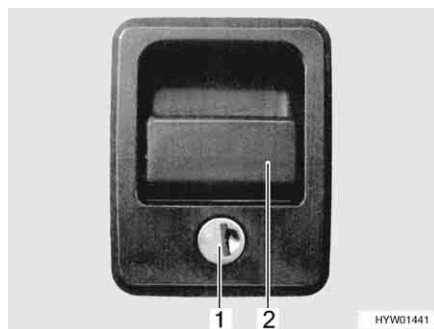

Bild 40 Klappenschloss mit Griffschale
- Schlüssel in Schließzylinder (Bild 40, 1) stecken und eine viertel Umdrehung drehen. Das Klappenschloss ist entriegelt.
- Am Schlossgriff (Bild 40, 2) ziehen. Die Außenklappe ist geöffnet.